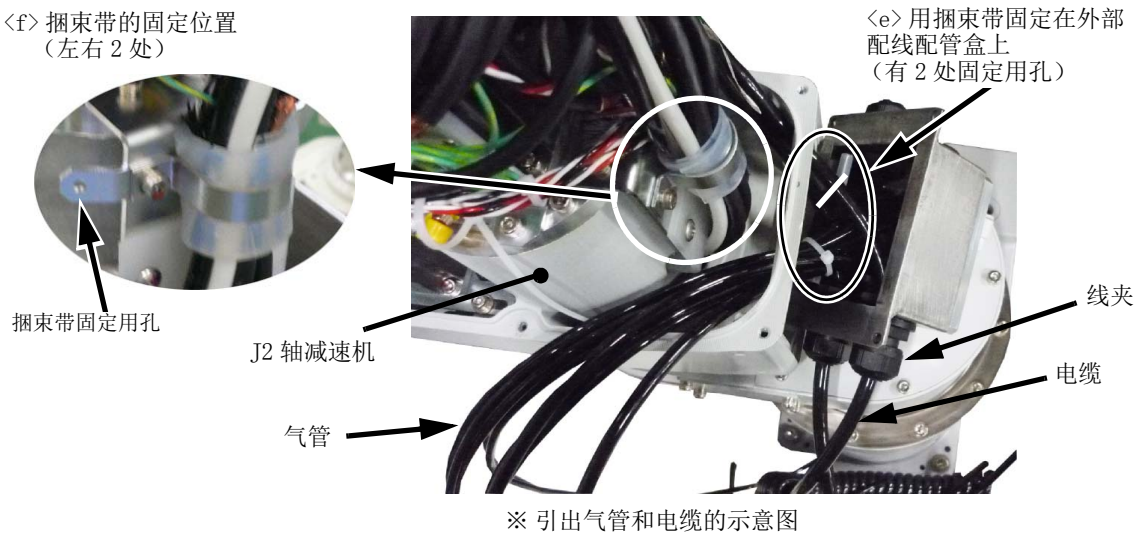

图 3-22: 外部配线配管盒的安装
外部配线配管盒的安装要领如图 3-22 所示。RH-3FRH/6FRH/12FRH/20FRH 系列通用。本选购件需卸下 2 号机械臂盖板 B，并用相同的螺栓孔进行取代安装。安装步骤如下所示。
- 4) 用附带的捆束带将气管、电缆固定在外部配线配管盒背面的孔。（图 3-22 的 <e>）
请用捆束带固定在图 3-22 的 <f> 所示的捆束带固定用孔处。固定用孔左右有 2 处。